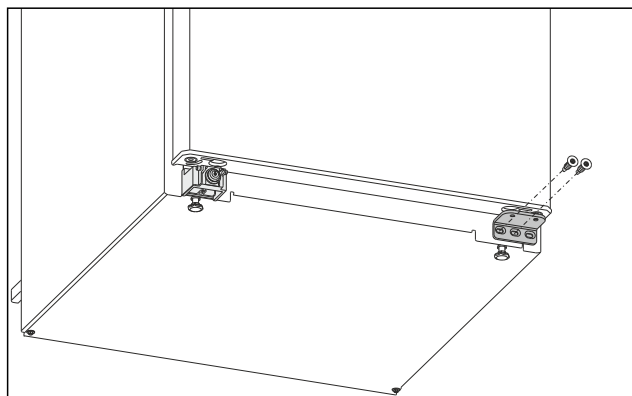

Fig. 6
- Sur le support de palier inférieur, dévisser la vis centrale avec un tournevis Torx 20. Fig. 6 (1)
- Sur le support de palier inférieur, dévisser la vis intérieure avec un tournevis Torx 20. Fig. 6 (1)